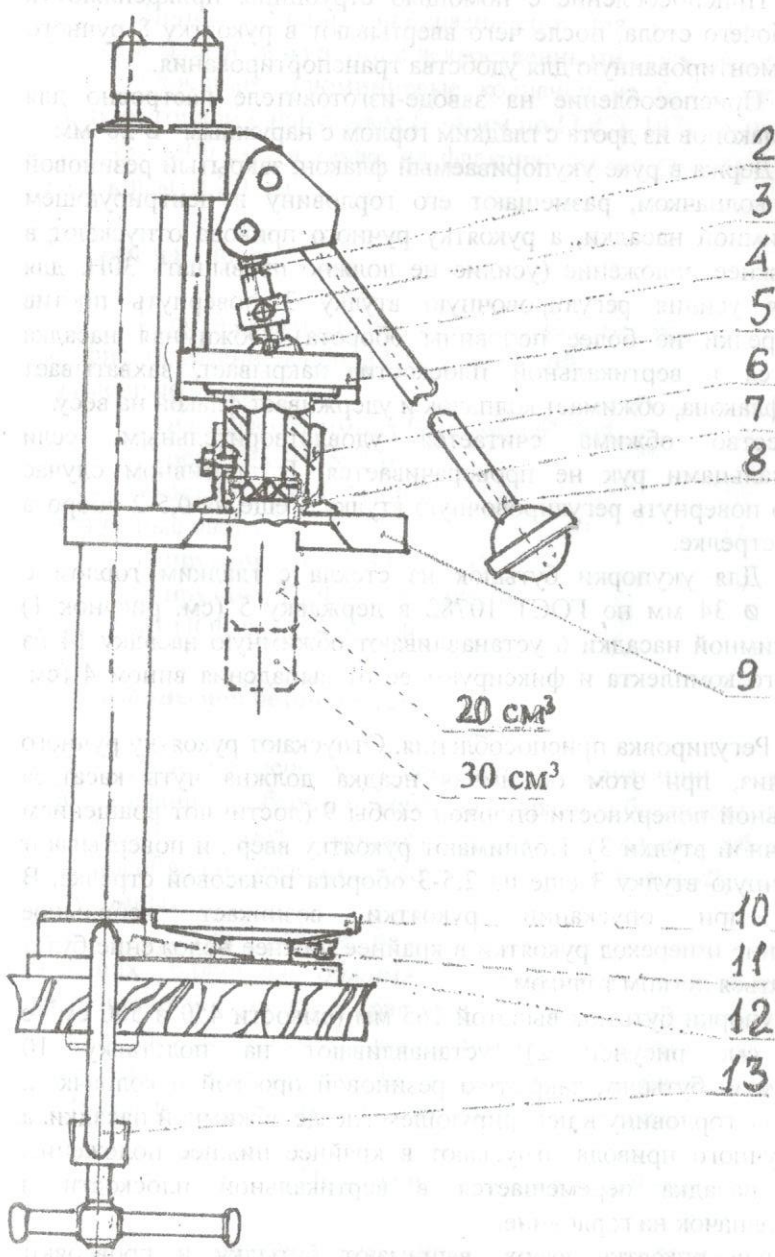
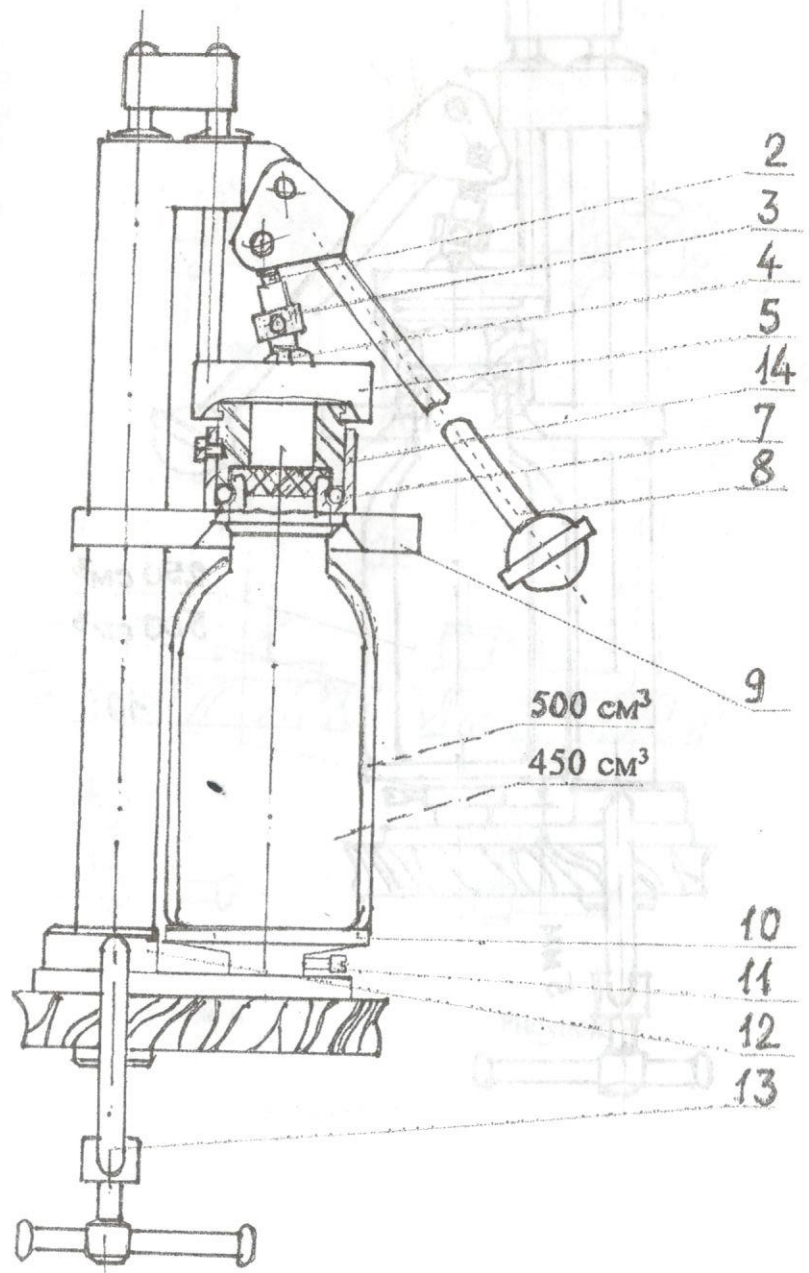

Рисунок 1
Рисунок 2
4.5. Для укупорки бутылок из стекла с гладким горлом с наружным \varnothing 34 мм по ГОСТ 10782 в державку 5 (см. рисунок 1) вместо обжимной насадки 6 устанавливают обжимную насадку 14 из прилагаемого комплекта и фиксируют ее от выпадения винтом 4 (см. рисунок 2).
4.7. При укупорки бутылок высотой 165 мм (емкости 450 и 500 см³ - с бортиком, см. рисунок 2) устанавливают на подставку 10 укупориваемую бутылку, закрытую резиновой пробкой и колпачком, размещают ее горловину в центрирующем гнезде обжимной насадки, а рукоятку ручного привода отпускают в крайнее нижнее положение. Обжимная насадка перемещается в вертикальной плоскости и обжимает колпачок на горловине.